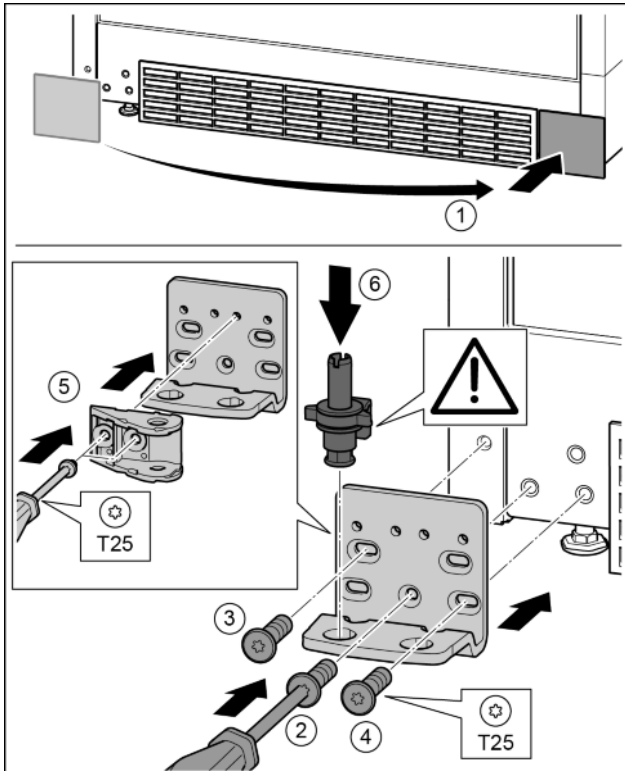

Fig. 30
- ▶ Enlever le cache et le mettre de l'autre côté. *Fig. 30 (1)*
- ▶ Poser le support de palier de l'autre côté et le visser à l'aide d'un tournevis T25. Commencer par la vis 2 en bas au milieu. *Fig. 30 (2)*
- ▶ Visser les vis 3 et 4. *Fig. 30 (3, 4)*
- ▶ Tourner la fixation de la porte de 180°. La visser de l'autre côté du support de palier avec un tournevis T25. *Fig. 30 (5)*
- ▶ Mettre en place l'axe de palier complet. Veiller à ce que l'ergot d'enclenchement soit orienté en arrière. *Fig. 30 (6)*